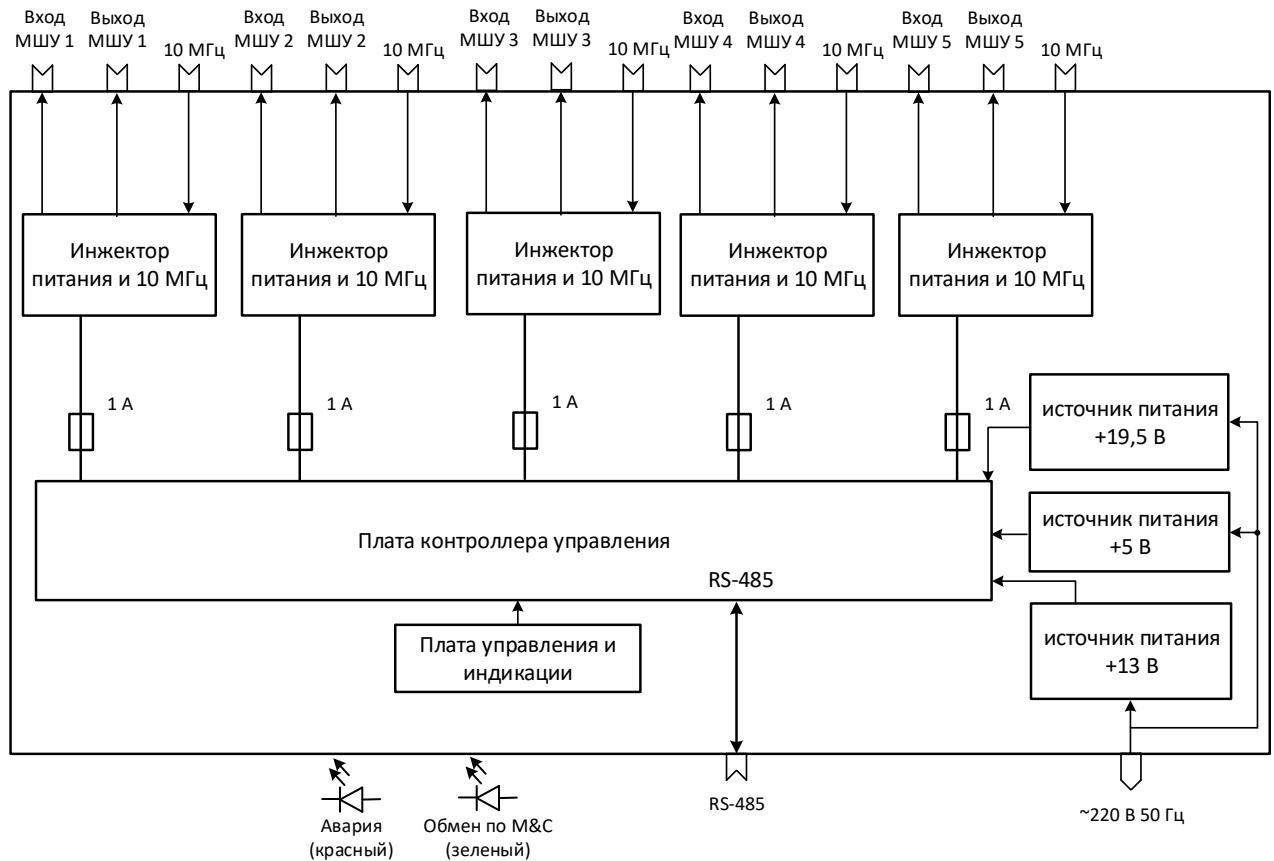

Рисунок 1.2 - Функциональная схема БП МШУ и 10 МГц
1.1.4.3.2 На функциональной схеме БП МШУ и 10 МГц и коммутации (рисунок 1.2) представлены входящие в его состав следующие основные элементы (модули):